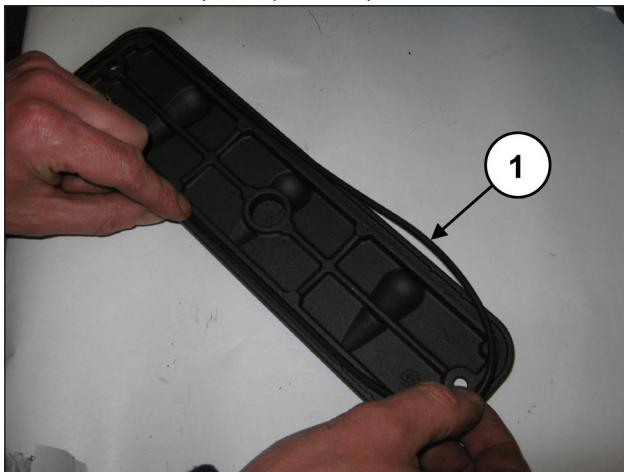
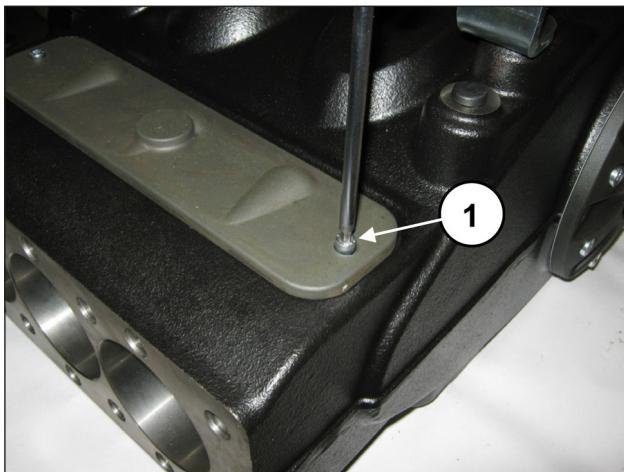

Рис. 160
Рис. 161
Вставьте в смотровые крышки уплотнительные кольца (поз. ①, Рис. 160) и установите крышки с использованием 2+2 винтов M6x14 (поз. ①, Рис. 161).